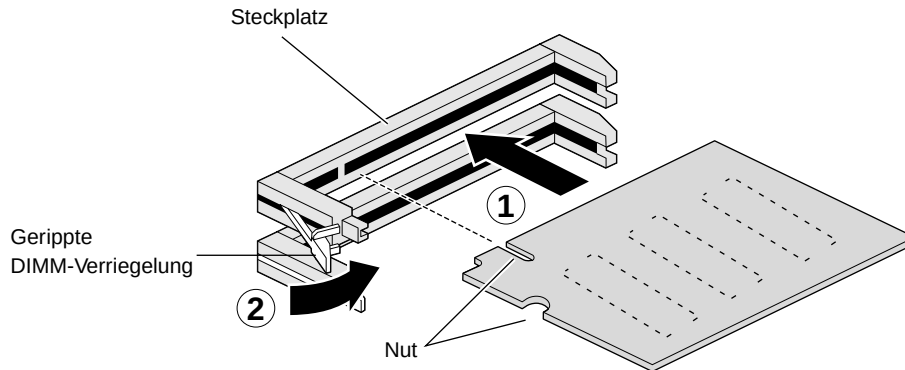

Abbildung 3-5 Einstecken des DIMM-Moduls in den Steckplatz
9. Plazieren Sie das DIMM-Modul vorsichtig im Steckplatz, bevor Sie es hineindrücken. Das DIMM-Modul ist für den korrekten Einbau mit Nuten versehen, wie in Abbildung 3-5 ersichtlich. Wenn es richtig eingesetzt wurde, fügt sich das DIMM-Modul problemlos in den Steckplatz.